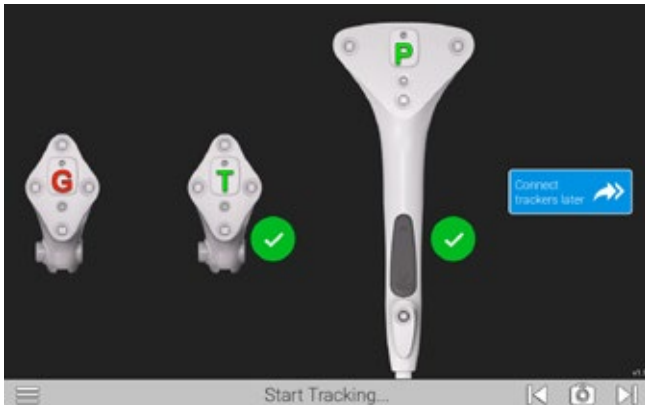

Figura 8a
Se muestra la pantalla Seeking Trackers (Buscando trackers) (Figura 8a). Inserte las pilas, por el lado positivo primero, en los tres Trackers: **Tracker de sonda (P)**, **Tracker glenoideo (G)**, y **Tracker de herramienta (T)** (Figura 9).